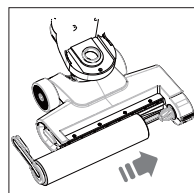

Fig. 16 – Inserimento del rullo in microfibra
- ▶ Posizionare il rullo in microfibra sul relativo supporto iniziando dal lato destro. Ruotare la linguetta di bloccaggio in modo tale che possa innestarsi con un clic nella rientranza presente nell'unità di pulizia (**vedere Fig. 16**).